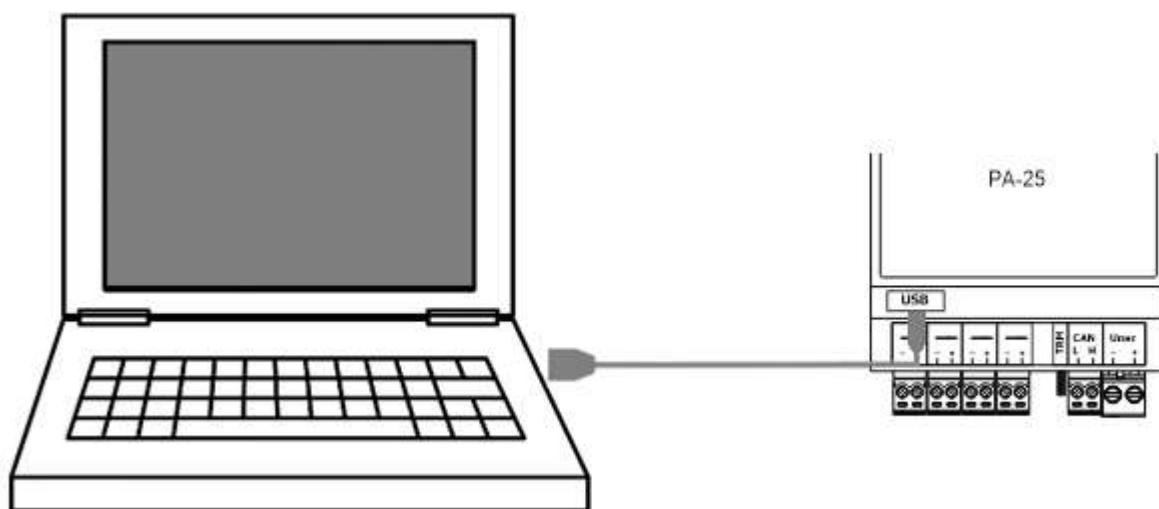

Рисунок 2 – Подключение PA-25 к ПК
2. Соединить РА-25 с ПК с помощью mini-USB-кабеля (см. рисунок 2), подать питание на контроллер (см п. 7.2).